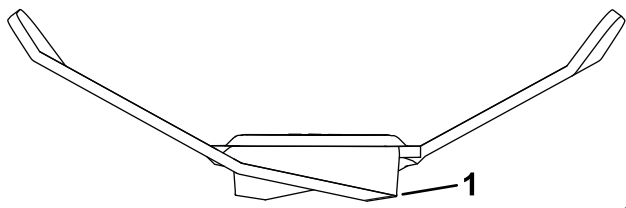

Figura 90
2. Inspeccione los bordes de corte (Figura 89 y Figura 90).
1. Utilice una lima u otra herramienta de afilado para afilar el filo de corte en ambos extremos de la cuchilla (Figura 90).